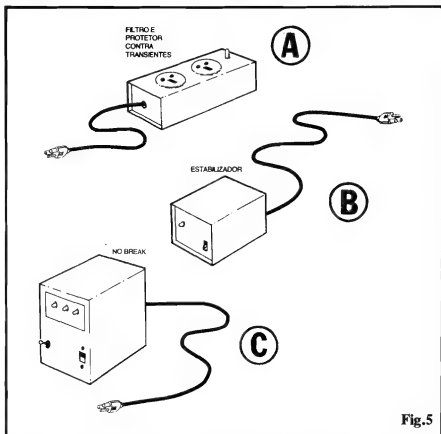

Fig.5
- **FIG. 5 - OS "ANJOS DA GUARDA" DO PC...** - O título do presente bloco não é uma homenagem aos guarda-costas daquele careca estrábico, cúmplice do "caçador de marajás"